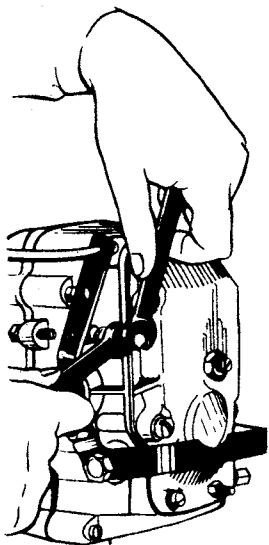

Рис. 61. Вывертывание болта минимальной частоты вращения
5. Проверить и, если необходимо, отрегулировать в пределах 315—350 об/мин обороты полного автоматического выключения подачи топлива регулятором при упоре рычага управления в болт ограничения минимальной частоты вращения и при вывернутом корпусе буферной пружины. При вывертывании болта минимальной частоты вращения обороты уменьшаются, при ввертывании увеличиваются (рис. 61).